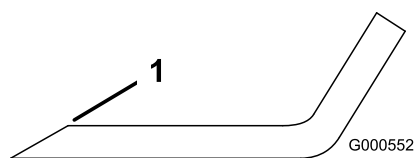

Figure 60
1. Au moyen d'une lime, aiguisez les tranchants aux deux extrémités de la lame (Figure 60).
Remarque: Si la lame est déséquilibrée, limez un peu l'extrémité de l'ailette seulement (Figure 60).